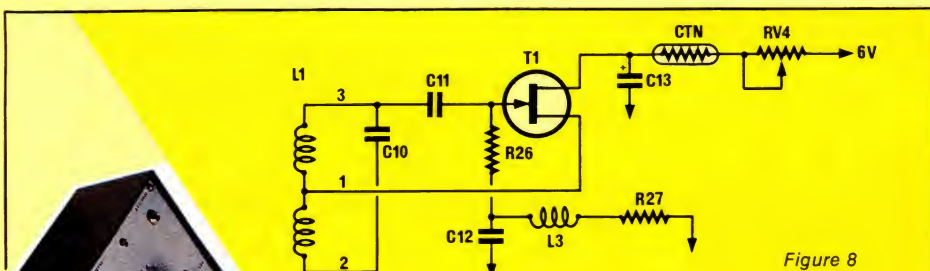

Figure 8
Il est de type Hartley et représenté figure 8. Il nécessite une prise intermédiaire sur le bobinage. Malgré sa simplicité, son comportement en fonction de la température est excellent pour l'utilisation considérée. En effet, une haute stabilité en fréquence n'est pas recherchée, seule l'amplitude des oscillations à une grande importance. Le signal reçu par le récepteur est proportionnel à l'amplitude de celui de l'émetteur. Toute variation d'amplitude du récepteur se trouve multipliée par le gain du préampli (140). Une trop grande variation peut entraîner soit une saturation au point A, figure 10, soit une amplitude insuffisante pour polariser les diodes de détection au silicium. Dans les deux cas, les variations d'amplitude, dues à la présence d'objets métalliques, ne sont plus perceptibles et l'appareil ne fonctionne plus. C'est pourquoi, si vous voulez utiliser votre appareil aux températures extrêmes, utilisez
les composants mentionnés : condensateurs miniature céramique 63 V pour C₁₁ et C₁₂, liaison et découplage à la masse, un mylar de 250 V pour C₁₀ et un BF 245 B pour T₁. D'autres composants conviennent peut-être. L'auteur laisse le soin aux réalisateurs de faire des essais, il signale tout de suite qu'un 2N 3819 ne convient pas, la dérive thermique est trop importante. La self miniature L₃ de 10 μ H peut être remplacée sans inconvénient par une résistance de 1 M Ω 1/4 de W sur laquelle seront bobinées 50 spires de fil émaillé de 1/10 mm, et immobilisées à la colle. Sur le schéma de la figure 8, est mentionnée une résistance CTN, sa valeur à 25° est de 82 Ω . Elle est montée en série avec la résistance ajustable RV₄ de 1 k Ω . Pour la réalisation concernée, elle est superflue et sera remplacée par un strap. Le réglage de l'ajustable RV₄, comme il sera indiqué ultérieurement, est suffisant. Cependant, pour des applications où l'amplitude du signal doit rester la plus constante possible malgré les variations de température, elle s'avère indispensable. Voyons comment agit ce composant. L'accroissement de température fait augmenter la résistance de l'espace Drain-Source, divisant ainsi le courant fournit au bobinage. Il s'ensuit que l'amplitude des oscillations diminue. La CTN voit pendant ce temps, sa résistance diminuer entraînant une augmentation de la tension sur le drain. Un réglage judicieux de la résistance variable permet de conserver une amplitude constante sur une grande plage de température. Le condensateur C₁₃ de 6,8 μ F découple l'alimentation du TEC T₁.